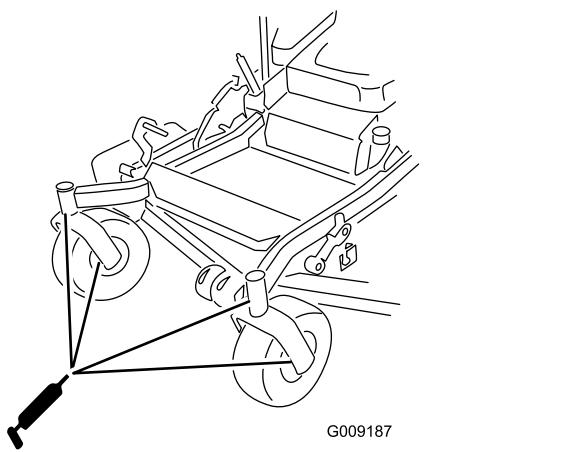

Figura 42
10. Instale el tapón hexagonal y la tapa (Figura 42).